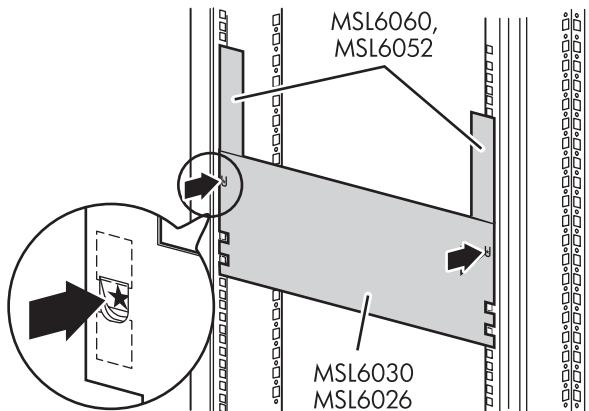

Abbildung 12 Library-Schablone (in der Abbildung ist ein Rack 10000 gezeigt)
1. Verwenden Sie die mit der Library gelieferte Schablone, um die Position der Befestigungsbeschläge an den Montageschienen des Racks zu markieren (siehe Abbildung 12). Die schwarzen Punkte an den Seiten der Schablone kennzeichnen die Oberkante einer U-Höheneinheit.
2. Legen Sie die Schablone beiseite, und befestigen Sie die Einschubschienen mithilfe der beiliegenden Befestigungsteilen (siehe Abbildung 12). Die vorderen Halterungen der Schienen sind mit Gewinden versehen, in die Schrauben direkt eingedreht werden können. Die hinteren Halterungen verfügen nicht über Gewinde, so dass Käfigmuttern/Clipsmuttern in die hinteren vertikalen Schienen des Racks eingesetzt werden müssen.